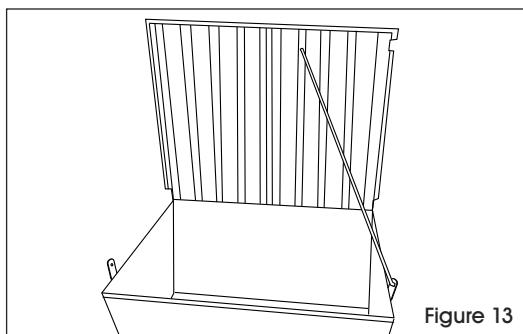

Figure 13
17. Les barres de verrouillage peuvent également être utilisées comme support à couvercle en insérant la goupille d'arrêt dans le trou du support de la barre de verrouillage. (Voir Figure 13)